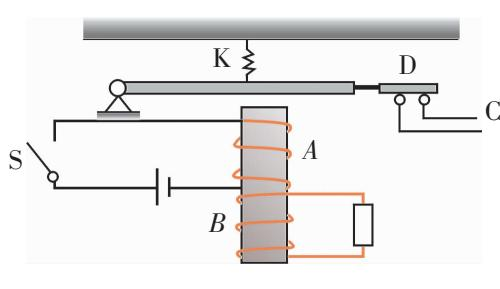

图 1-2
2. 图 1-2 是生产中常用的一种延时继电器的示意图。铁芯上有两个线圈 A 和 B。线圈 A 与电源连接，线圈 B 的两端和电阻连成一个闭合电路。在断开开关 S 时，弹簧 K 并不能立即将衔铁 D 拉起，即连接着工作电路的触头 C 要经过一段短时间后才能离开。根据所学的知识，说明这种继电器的工作原理。